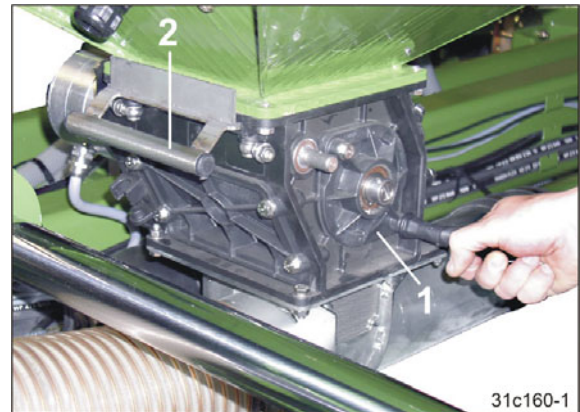

Fig. 251
5. Luk såkassen (Fig. 251/1).
6. Træk langsomt spjældet (Fig. 251/2) ud af doseringsenheden.